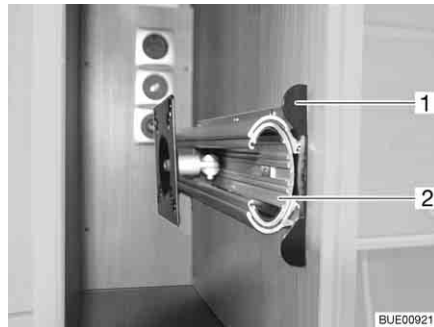

Fig. 62 Soporte en el armario de TV
- Hundir el listón de desbloqueo (Fig. 62,1).
- Extraer el dispositivo de extracción (Fig. 62,2) hasta el tope.
- Introducir el dispositivo de extracción (Fig. 62,2) hasta que engatille el listón de desbloqueo (Fig. 62,1).